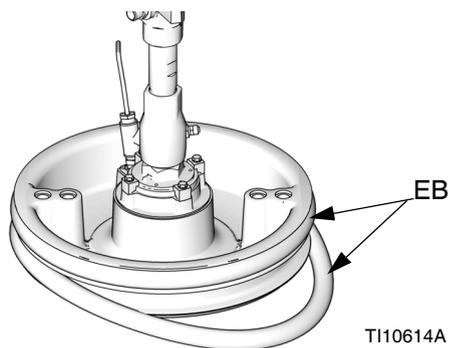

FIG. 34
1. Com uma ferramenta de madeira ou plástico para evitar danificar a escova (EB), limpe completamente o material das ranhuras do vedante.
2. *A partir do fundo*, incline uma escova (EB) na parte de trás da base (AD). Consulte a FIG. 34.
3. Introduza a escova (EB) na ranhura superior e coloque a frente da escova na ranhura.
4. Ao usar uma base de 55 galões, introduza a escova (EB) na ranhura superior e coloque a frente da escova na ranhura.